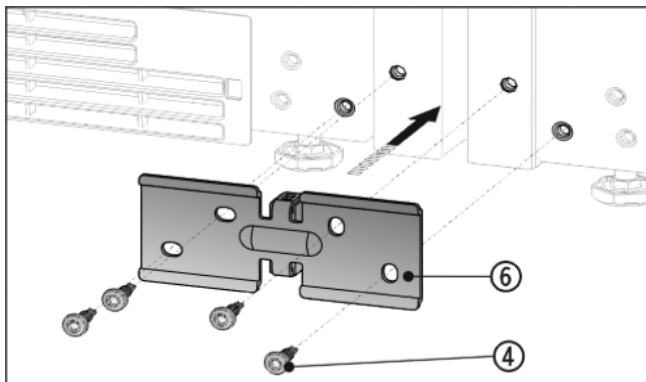

Fig. 8
- ▶ Pousser l'équerre de fixation Fig. 8 (6) avec l'entretoise entre les appareils et visser sans serrer avec 4 vis Fig. 8 (4).